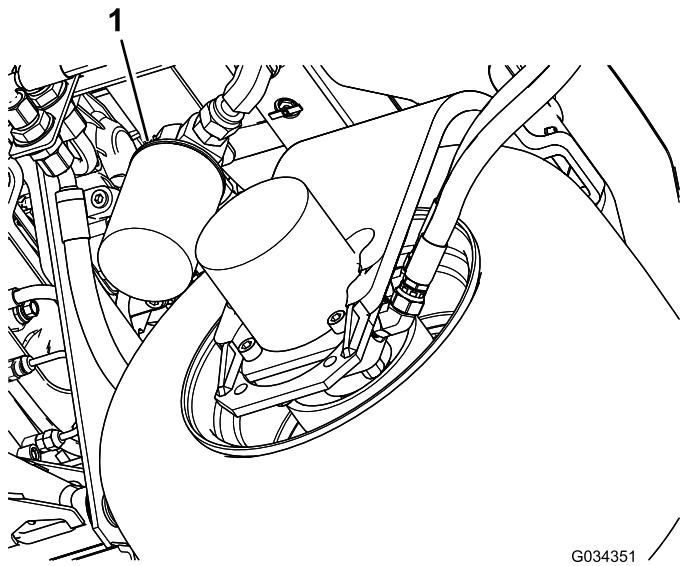

Рисунок 94
2. Очистите область вокруг места крепления фильтра. Поместите поддон под фильтр (Рисунок 94), а затем снимите фильтр.